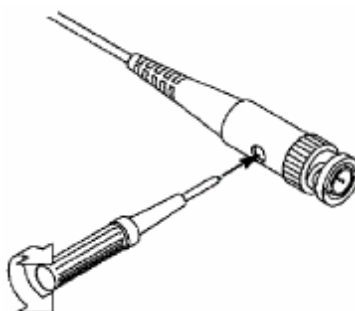

Figura 3-7 Ajustar sonda
2. Verifique las formas de onda mostradas y regule la sonda hasta lograr una compensación correcta (ver *Figura 3-6* y *Figura 3-7*).